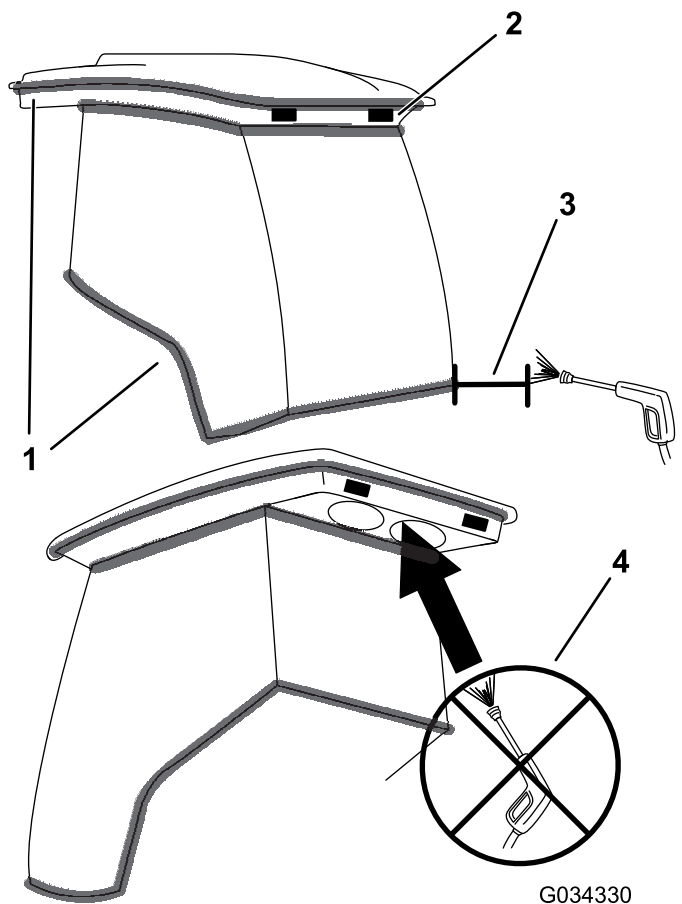

Рисунок 58
**Внимание:** Соблюдайте меры предосторожности при очистке в зонах вокруг уплотнений и осветительных приборов на кабине (Рисунок 58). При использовании воды под давлением, держите распылитель на расстоянии не менее 0,6 м от машины. Не направляйте воду под давлением непосредственно на уплотнения и осветительные приборы кабины или под задний свес.